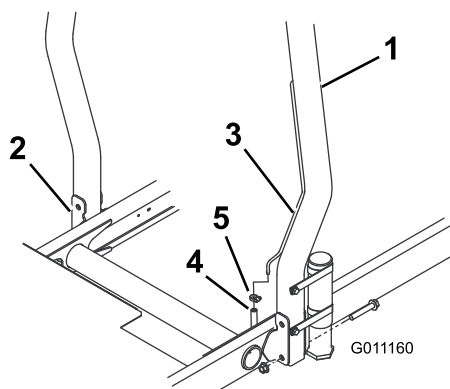

Figure 9
1. Abaissez l'arceau de sécurité sur les supports de montage du groupe de déplacement en alignant les trous de montage. Le tube d'évent de l'arceau de sécurité doit être placé du côté gauche de la machine (Figure 9).
et contre-écrous (Figure 9). Serrez les fixations à 81 Nm.